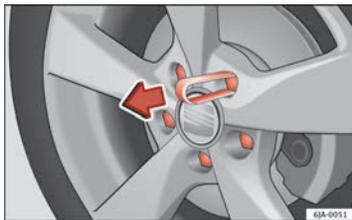

Fig. 127 Togliere il coperchio del bullone
- Applicare la graffi di plastica sul coperchio fino al punto che le tacche di ritenuta interne della graffi entrino in contatto con il collare del coperchio e rimuoverlo ⇒ fig. 127.